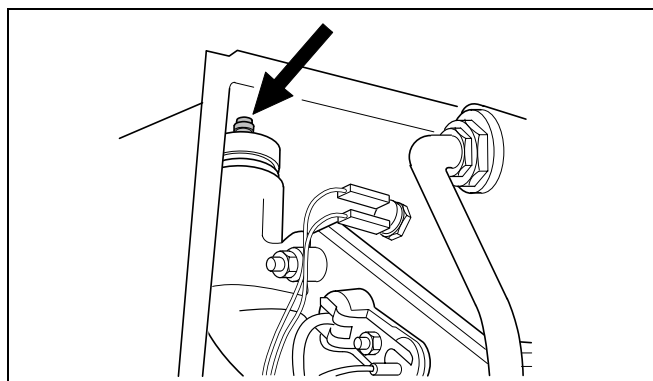

Fig. 18 Disaerazione automatica
- Allentare di un giro la calotta di protezione del disaeratore automatico (fig. 18).